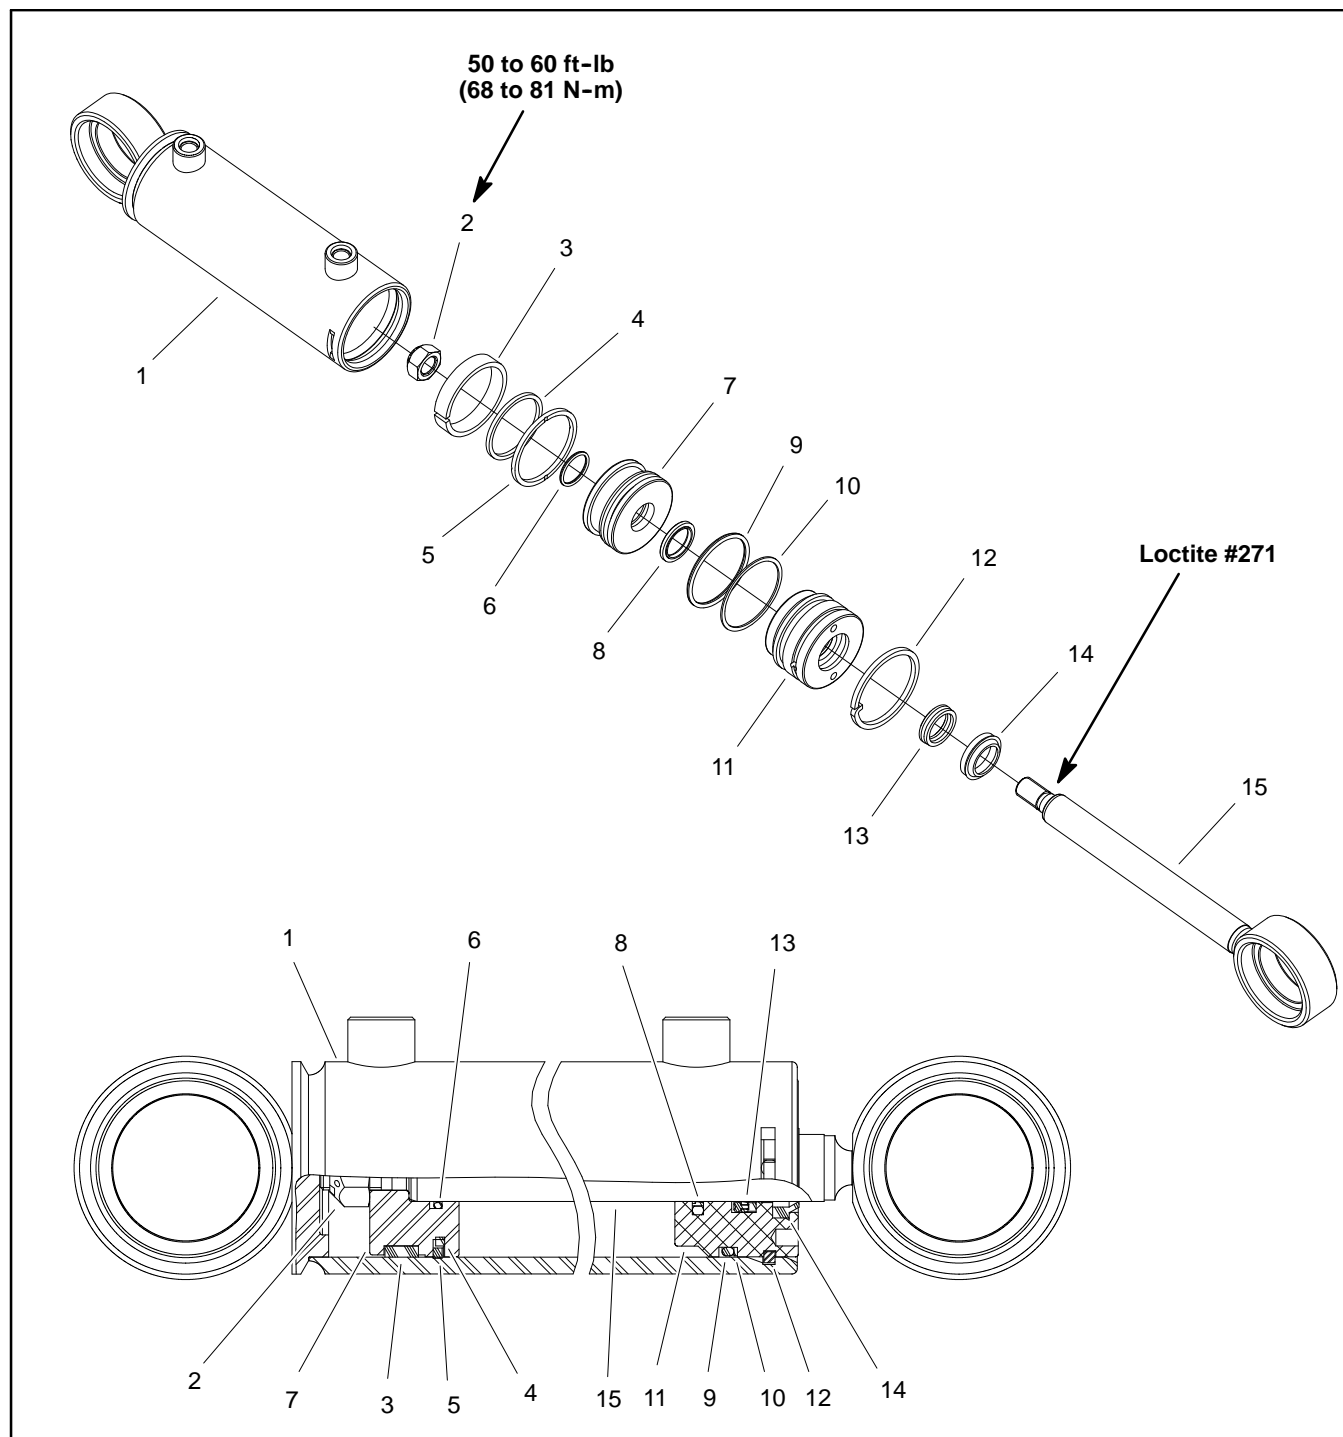

Figure 81
**Disassembly (Fig. 81)**
**Assembly (Fig. 81)**